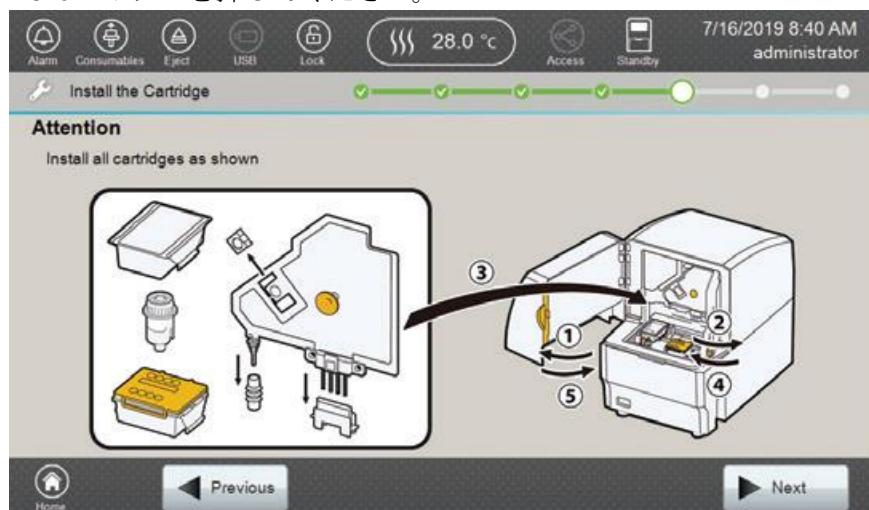

図 42 Install All Cartridges 画面
2. 画面上の手順に従って、それぞれの消耗品のバーコードをバーコードスキャナーで読み込んでください。 Capillary Cartridge Information の画面の **Next** のボタンを押すと、ステータスインジケーターが緑の点滅になると同時に **Autosampler is moving. Do not open door** という警告が表示されます。 Install the Cartridge 画面（図 42）が表示されている時は、ステータスインジケーターは緑の点灯に戻ります。
3. Install the Cartridge 画面（図 42）が表示されたらフロントドアを開けて全ての消耗品を装置にセットしてください。消耗品を個別に交換する場合は、セクション 3.2 の “それぞれの消耗品を個別に交換” を参照ください。
4. 全ての消耗品をセットしたら、装置のフロントドアを閉じてください。オートサンプラーがホームポジションに移動中は、ステータスインジケーターがオレンジの点滅になります。ホームポジションへの移動が完了し、ステータスインジケーターが緑の点灯になったら Install the Cartridge 画面（図 42）の **Next** のボタンを押してください。